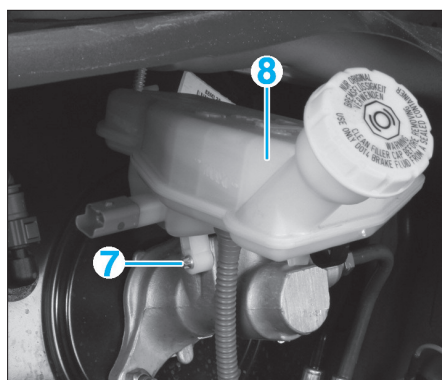

FIG. 12
- l'axe (7) (Fig.12),
- le réservoir de liquide de frein (8).